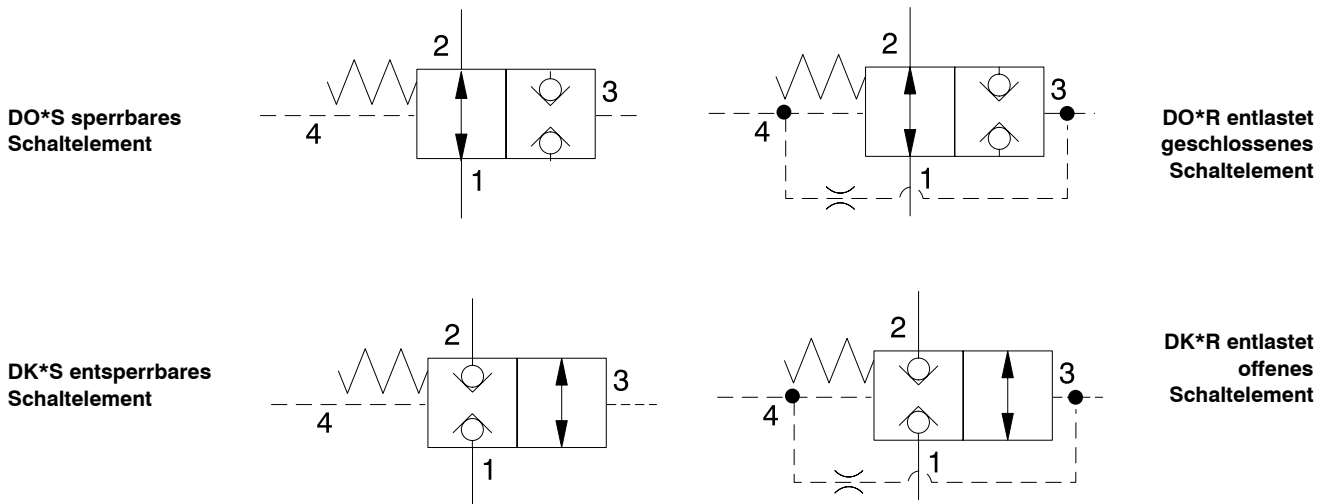

Bild 6:
- Druckausgeglichene, schaltende Ventile DK*S (entsperrbar) und DK*R (entlastet offen). Siehe Bild 6.